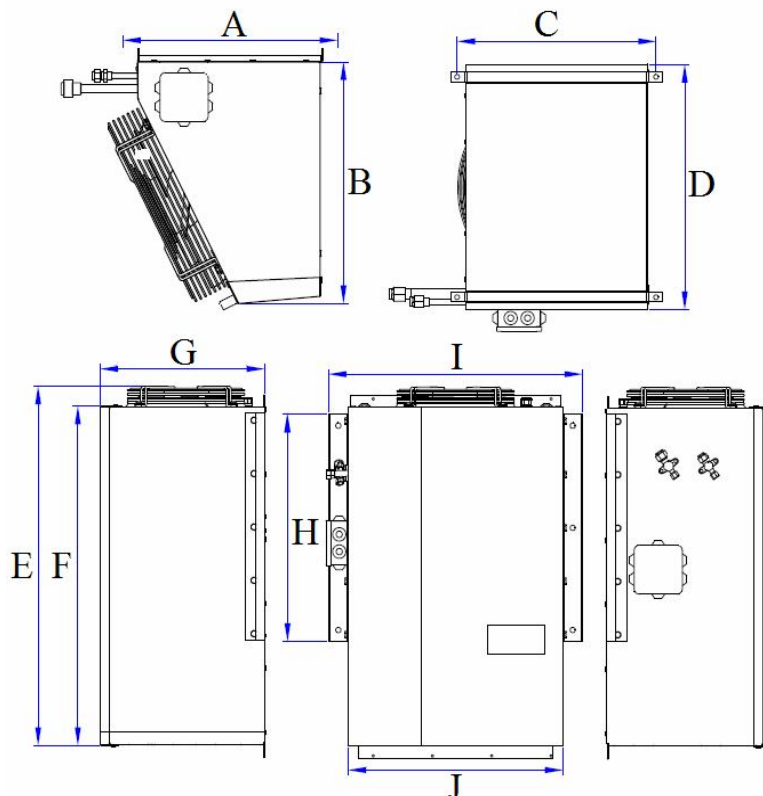

Рис. 2 Габаритные размеры
6.1. Габаритные размеры машины (рис. 2, табл. 2).